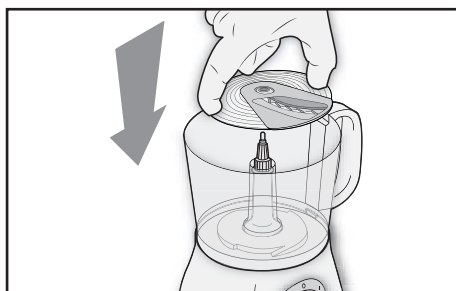

Fig. 8
Montare il disco porta lama completo di lama, sul perno motore (C). La lama deve essere rivolta verso l'alto (Fig. 8).
- 1 Rimuovere il supporto lama (D). Montare il disco porta lama completo di lama, sul perno motore (C). La lama deve essere rivolta verso l'alto (Fig. 8).